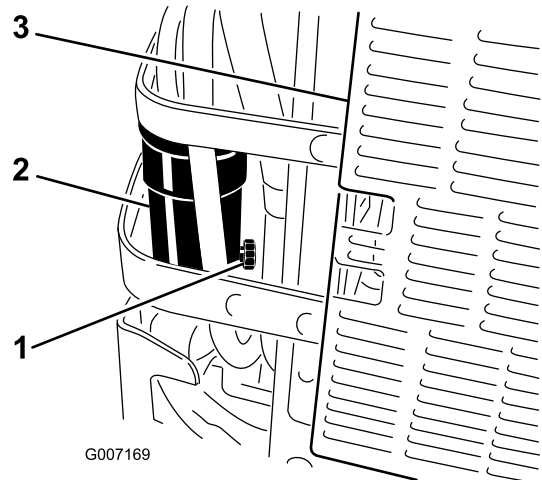

Figure 48
- Dévissez le robinet de vidange du séparateur d'eau d'un tour environ pour vidanger l'eau et autres contaminants (Figure 48).
- Fermez le robinet de vidange lorsque le gazole commence à sortir (Figure 48).